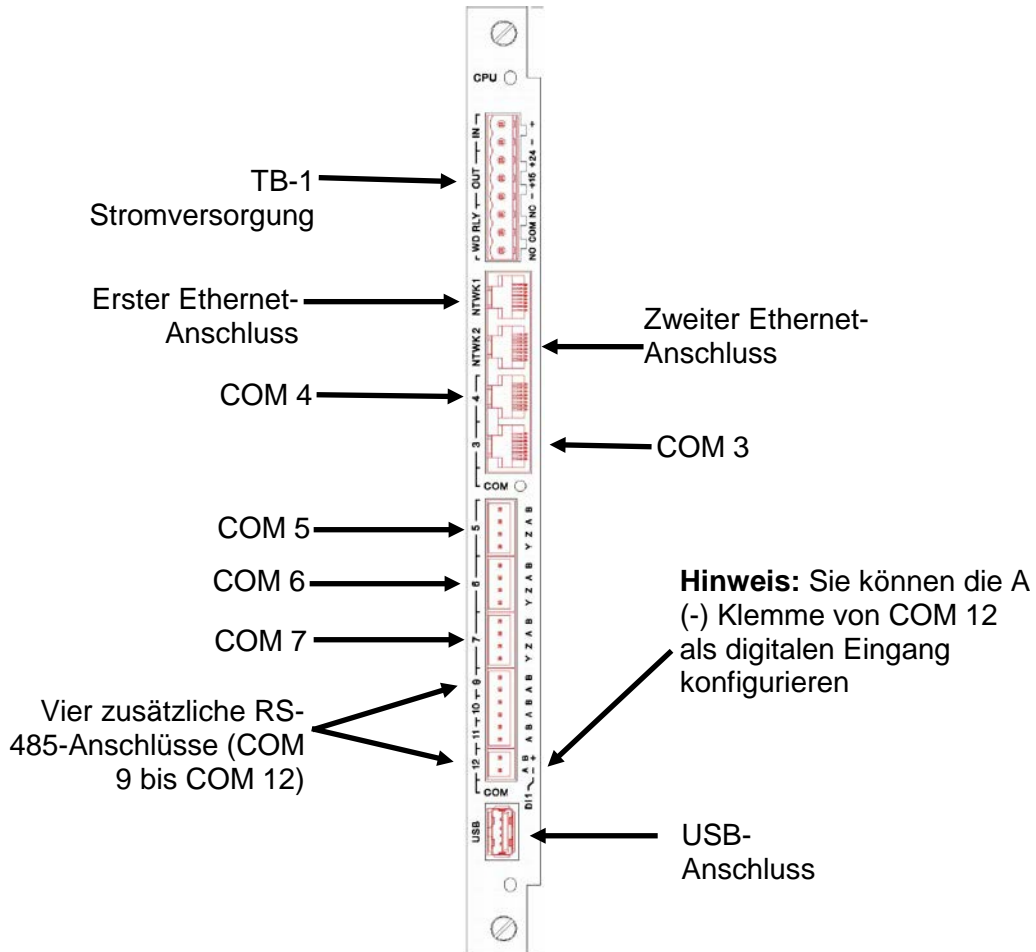
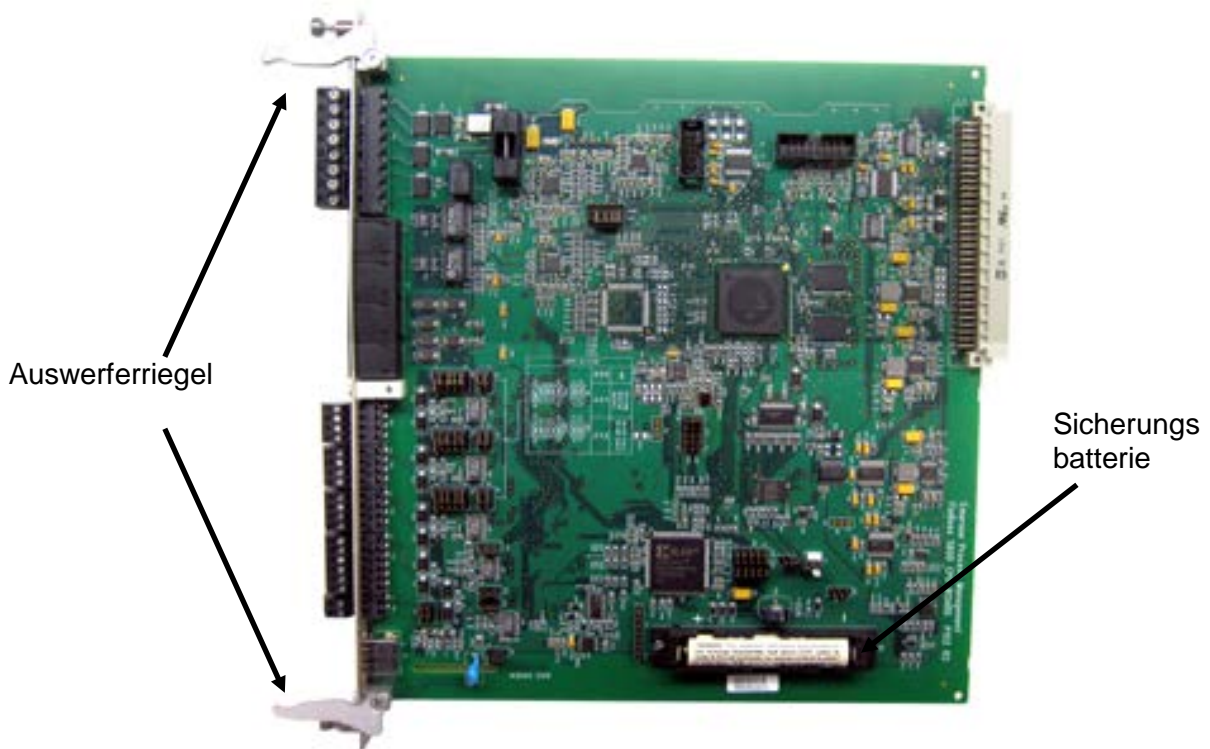
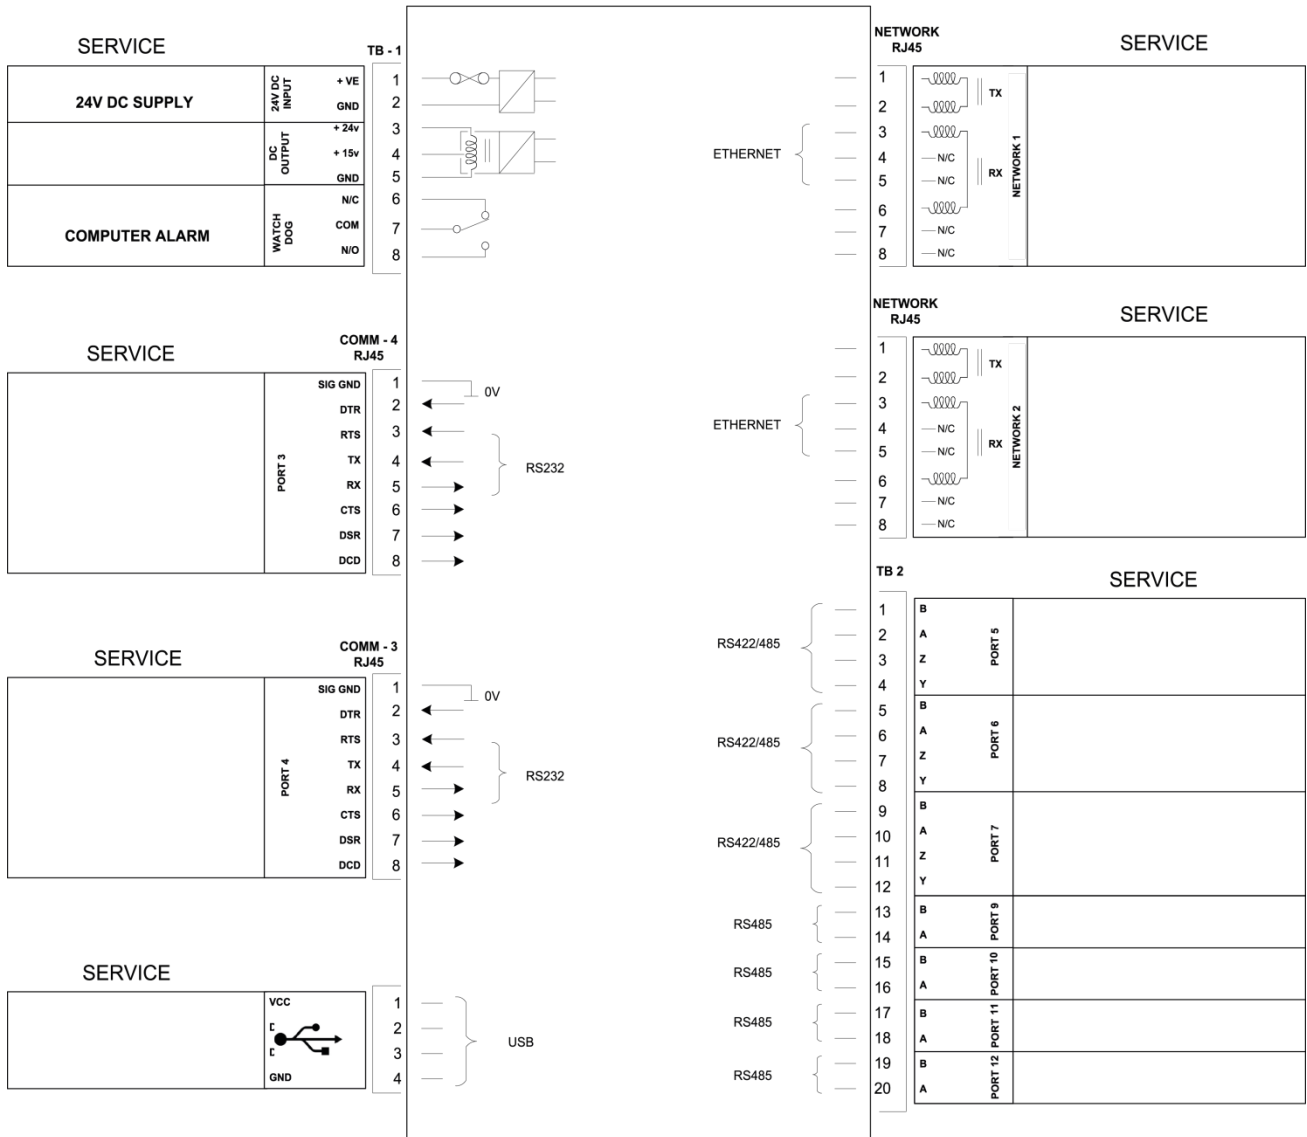

Abbildung 3-1. CPU-Modul Rückplatte
Abbildung 3-2. CPU-Modul
Abbildung 3-3. CPU-Modul Endanschlüsse
Das CPU-Modul enthält den Host-Prozessor und die zugehörigen Peripheriegeräte, die das Herz des S600+ Systems bilden. Auf der Rückseite des CPU-Moduls befinden sich verschiedene Steckverbindungen. In der *Abbildung 3-1* finden Sie eine Darstellung der CPU-Modul-Rückplatte und in der *Abbildung 3-2* eine schematische Darstellung der CPU-Leistungsanschlüsse. Die *Abbildung 3-3* zeigt die Verdrahtungsabschlüsse. Darüber hinaus verwendet das Modul Steckverbinder und Steckbrücken, die vor dem Versand im Werk eingebaut wurden. Weitere Informationen finden Sie in *Abschnitt 3.5, Steckbrücken*.
Die Sicherungsbatterie (siehe *Abbildung 3-2*) behält den Inhalt des SRAM auf dem CPU-Modul, dem PC-kompatiblen BIOS-CMOS-Speicherbereich und der Kalenderuhr bei. Die Batterie, eine Lithium-3,0-Volt-Einheit mit 1500 mA/Stunde, kann vom Benutzer ausgetauscht werden. Weitere Batteriespezifikationen finden Sie im technischen Datenblatt (S600+). Um sicherzustellen, dass die Batterie voll funktionsfähig ist, führt die S600+ Software regelmäßig einen Belastungstest des Geräts durch.
4. Entriegeln Sie die Auswerfer (siehe *Abbildung 3-2*) und ziehen Sie die Platine aus dem Gehäuse.
5. Legen Sie das CPU-Modul auf eine flache, antistatische Oberfläche so, dass die Batterie nach oben zeigt (siehe *Abbildung 3-2*).
Der CPU verfügt über 12 Standard-Kommunikationsanschlüsse: neun serielle und zwei Ethernet-Anschlüsse (siehe *Abbildung 3-1*). *Tabelle 3-3* enthält Details zu den Kommunikationsanschlüssen.
COM 9-12 Der S600+ verfügt über vier neue serielle RS-485-Anschlüsse (COM 9 bis COM 12), die sich in der unteren Hälfte des CPU-Moduls befinden (siehe *Abbildung 3-1*).